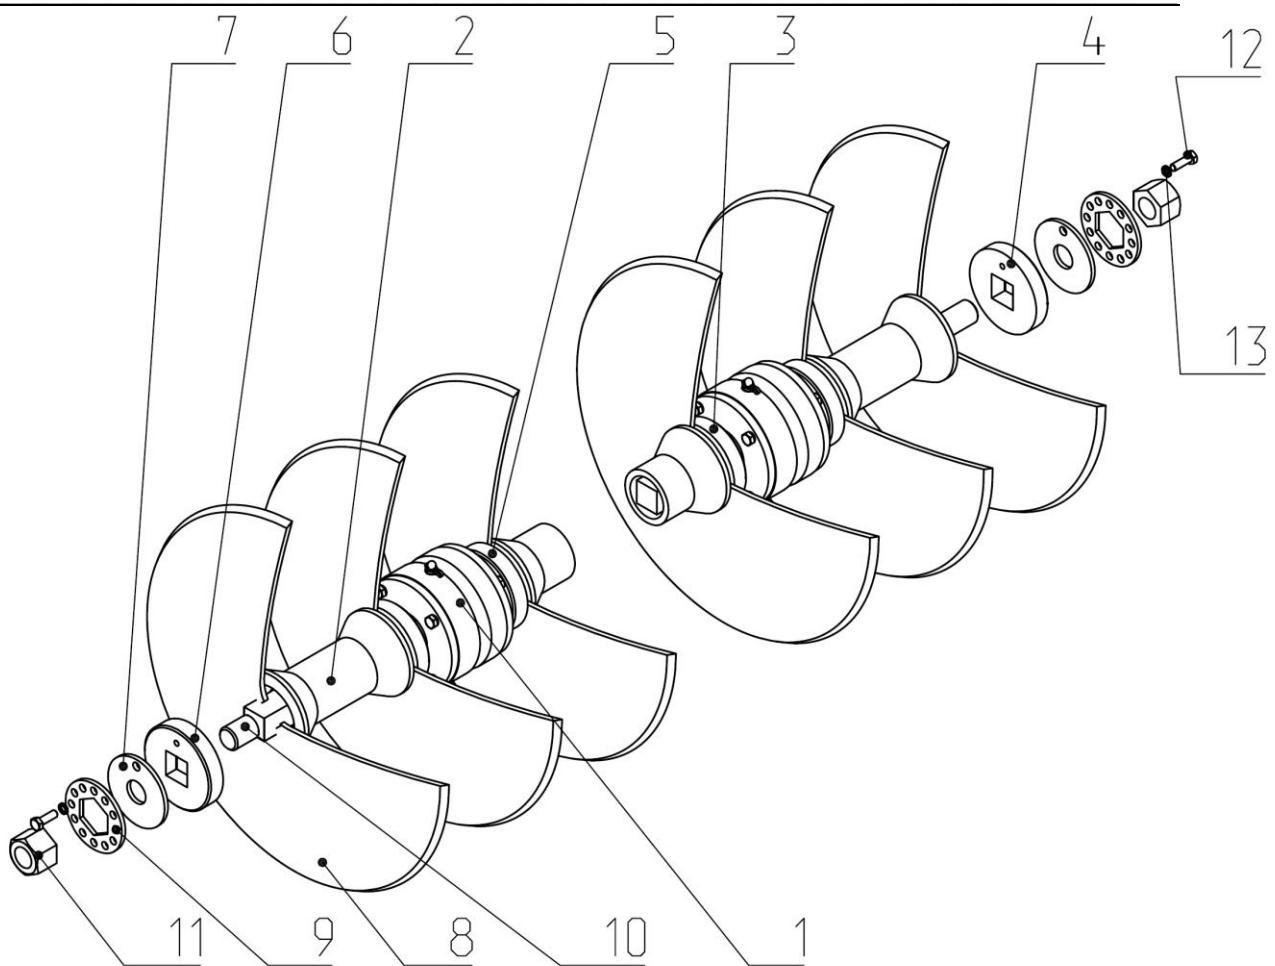

Рис.10. ЛДГ 02.020 Батарея в сборе правая.
2.24. Батарея в сборе (Рис. 10) состоит из набора дисков 8 в количестве 9 шт. Диски набраны на оси 10. Между ними расположены шпульки 2 и упоры 3,4,5 и 6. Стягиваются диски гайками 11. От самопроизвольного откручивания гаек, применяются шайбы 9.